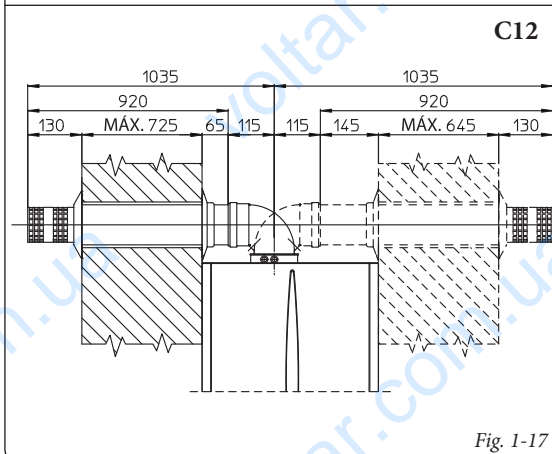

Fig. 1-17
- Aplicación con salida lateral (Fig. 1-17). El uso del kit horizontal aspiración-descarga, sin las correspondientes extensiones, permite atravesar un espesor de 725 mm con la salida lateral izquierda y de 650 mm con la salida lateral derecha.